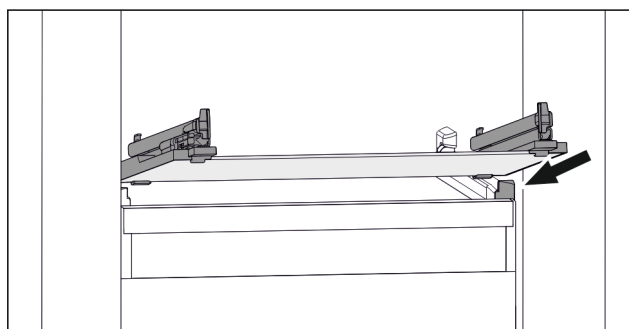

Fig. 72 Reprezentare exemplificativă a plăcii de sticlă
- ▶ Așezați placa de sticlă oblic în spatele opritoarelor. (vezi Fig. 72)